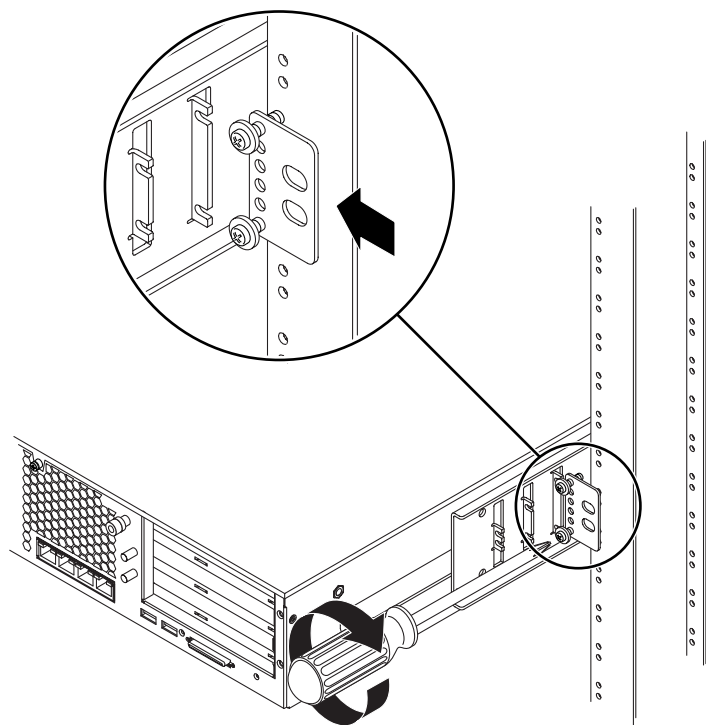

図 3-34 側面固定部品への背面プレートの固定
- b. 背面プレートをスライドさせて、いずれかのねじ受けの所定の位置にねじを差し込みます。ねじ頭がサーバーの背面側を向き、背面プレートのもう一方の端がラックポストの手前になるようにします (図 3-34 を参照)。
- c. ねじを締めて、側面固定部品のねじ受けに背面プレートを固定します (図 3-34 を参照)。